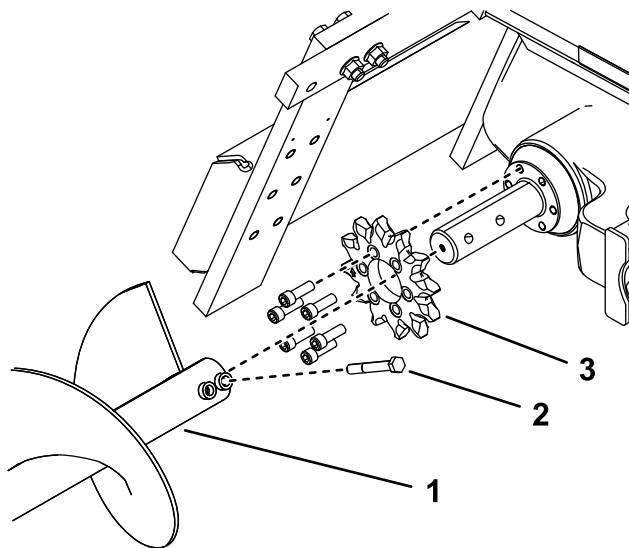

Bild 15
4. Entfernen Sie die Schuttschnecke (Bild 15).
9. Entfernen Sie die 6 Schrauben, mit denen das Antriebskettenrad befestigt ist (Bild 15).
10. Entfernen und entsorgen Sie das Antriebsrad (Bild 15).
12. Schieben Sie das neue Zahnrad auf die Welle, siehe Bild (Bild 15).
13. Drehen Sie die sechs Schrauben handfest in das Antriebsrad (Bild 15).